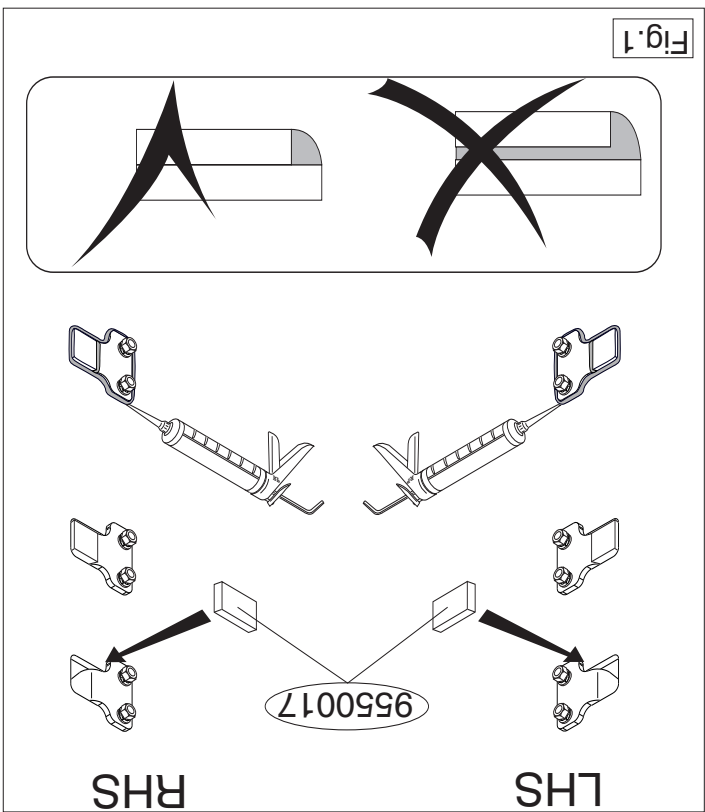

Fig. 1
9. Umieścić obydwa klocki styropianowe jako uszczelnienie i wypchnąć kłosem wskazane części (patrz rys. 1).
9. Plaats de twee PE schuimblokken als afdichting en kit de aangegeven delen af (zie fig. 1).
9. Usare i due blocchi di polistirolo espanso come isolante e fissarli applicando un collante sulle superfici indicate (vedi fig. 1).
9. Place the two PE foam blocks as spacers and seal the portions indicated (see fig. 1).